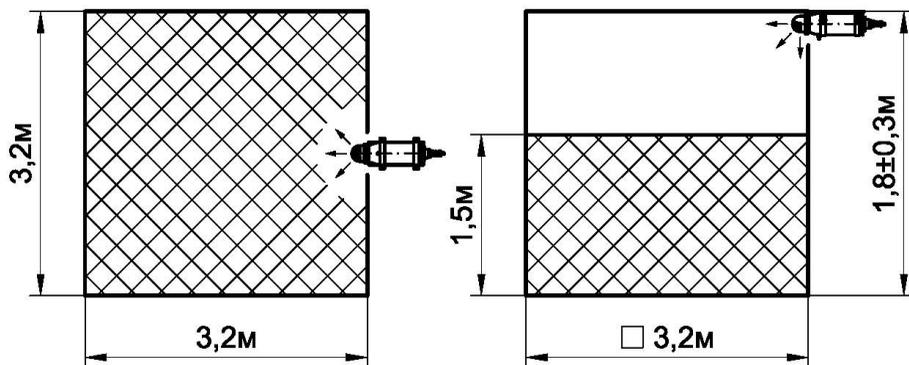

Рисунок 4.1 - Масштабное изображение конфигурации распыла огнетушащего порошка для модуля «БУРАН-2,0(1)».
- для модулей «БУРАН-2,0(1)» см.рис.4.1.